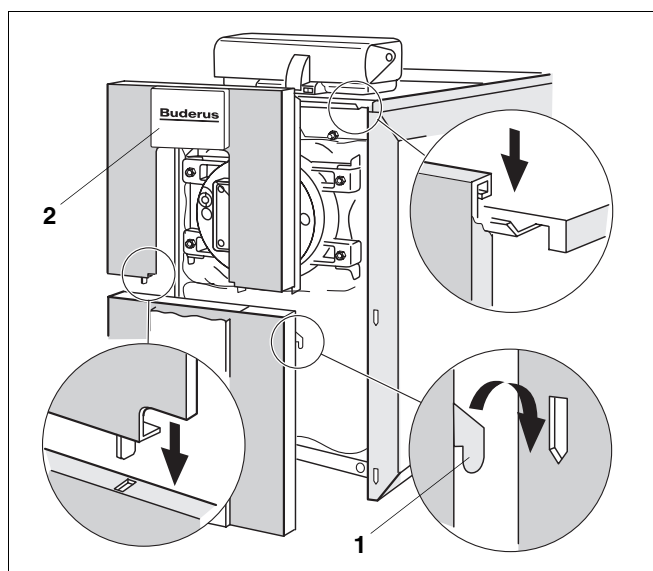

Fig. 22 Fastgøring af øverste og nederste forvæg
- Hægt den nederste forvæg med de 4 vinklede kroge (fig. 22, **pos. 1**) i slidserne på sidevægsafkantningen.
- Sæt de vinklede lasker på den øverste forvæg ind i slidserne på den nederste forvægsafkantning, og hæng dem på afkantningen på den forreste kedelkappe (fig. 22).
- Hægt den øverste og den nederste paneldel på forvægdelene ved hjælp af krogene (fig. 22).
- Fastgør produktskiltet (fig. 22, **pos. 2**) til forvæggen.